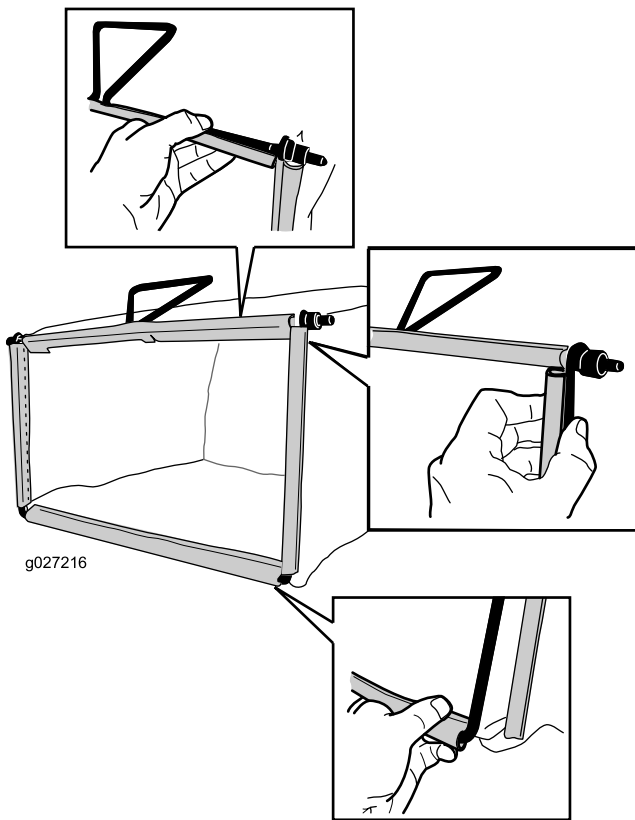

Рисунок 9
2. Зацепите нижний обод мешка за нижнюю часть рамы (Рисунок 9).
3. Зацепите верхний и боковой обод мешка за верхнюю и боковые стороны рамы, соответственно (Рисунок 9).